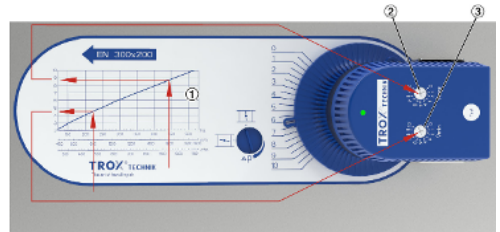

Abb. 16: Volumenstrom einstellen
1. ▶ Mit Hilfe der Volumenstromskala (Abb. 16/1) den Einstellwert (1-10) für den gewünschten Volumenstrom (l/s, m³/h, oder cfm) ermitteln.
2. ▶ Am Vmin-Potentiometer (Abb. 16/3) den gewünschten Wert einstellen.
3. ▶ Am Vmax-Potentiometer (Abb. 16/2) den gewünschten Wert einstellen.
Einstellungen nach Skala Abb. 16: